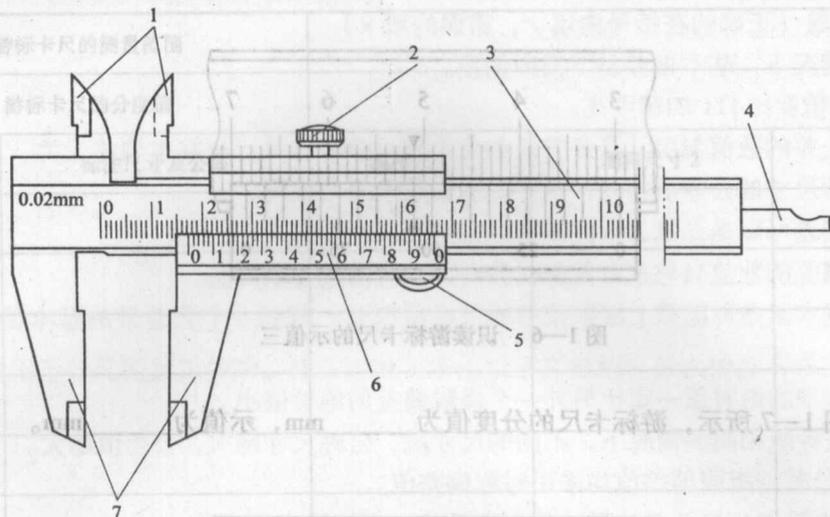

图 1—3 游标卡尺
2. 填写图 1—3 所示的游标卡尺各部分结构的名称、用途和该游标卡尺的分度值。